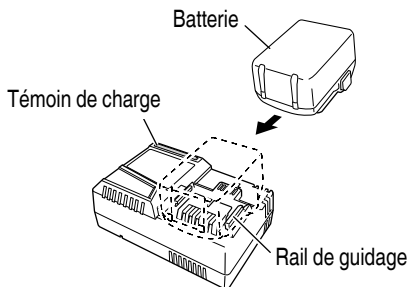

Fig. 7
2. Insérer la batterie dans le chargeur de batterie. Insérer la batterie dans le chargeur de batterie comme indiqué à la Fig. 7.